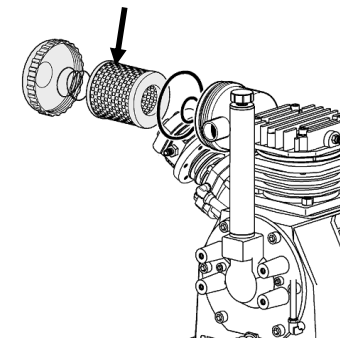

Рисунок 14
- извлеките отработанный фильтрующий картридж, и замените его новым (рисунок 14);